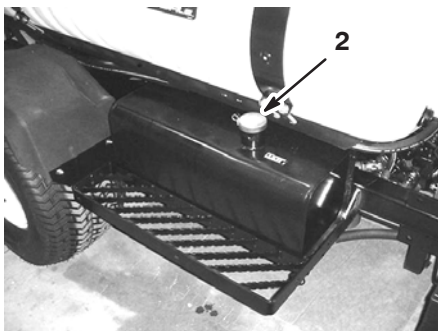

Bild 7
3. Reinigen Sie den Bereich um den Hydrauliktankdeckel und nehmen Sie ihn ab (Bild 7).